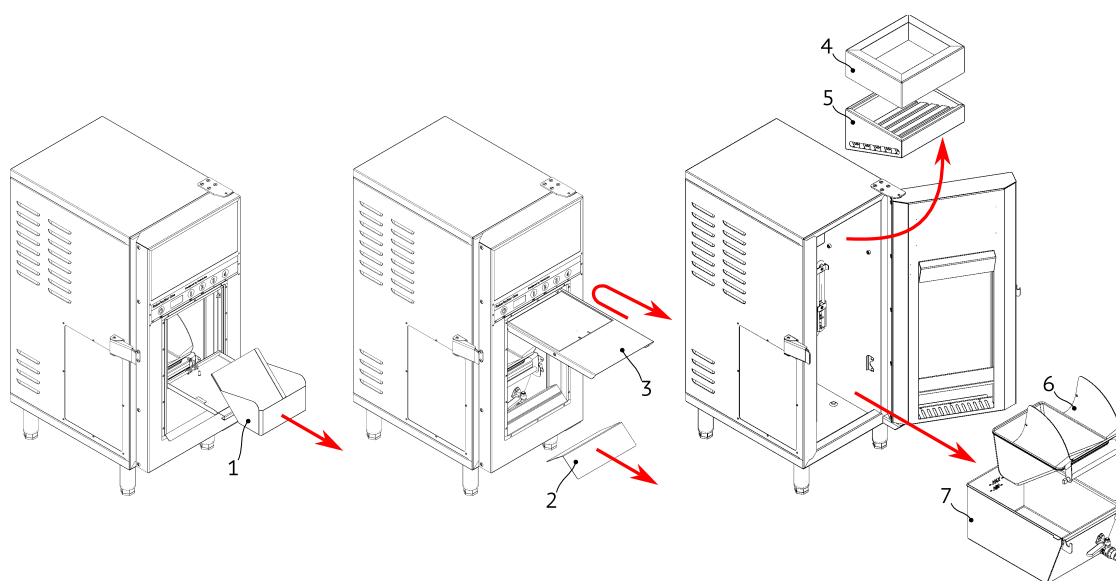

Рисунок 6
4. Потяните рукоятку открытия загрузочного лотка и отсоедините лоток (1). Поднимите заслонку (3), вытащите уголок-отражатель (2) или кронштейн с лотком приёмным; затем толкните заслонку внутрь, приподнимите, и вытащите заслонку, см. Рис. 6.
5. Вытащите фильтр лабиринтный (4) и кассету фильтра комбинированного (5). Вытащите бумажный и угольный фильтр из кассеты.
6. Вытащите корзину (6).
8. Вытащите ванну (7).